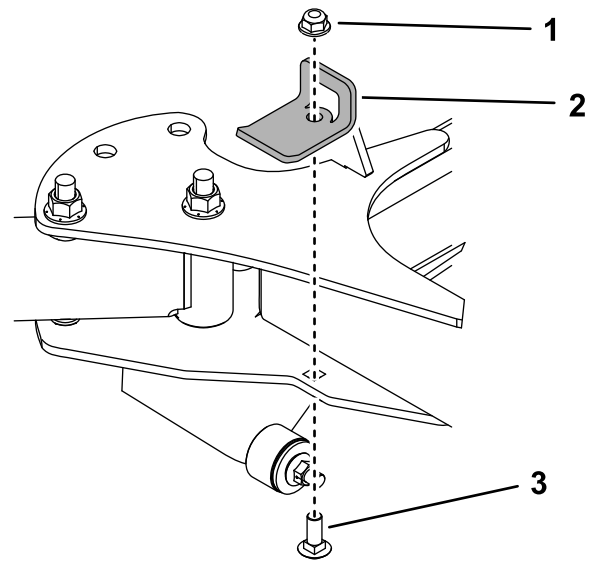

**Figura 28**
7. Retire el pasador de enganche, la chaveta y el receptor de enganche del bastidor en A. Instale el pasador de enganche y la chaveta para sujetar el bastidor en A (Figura 28).